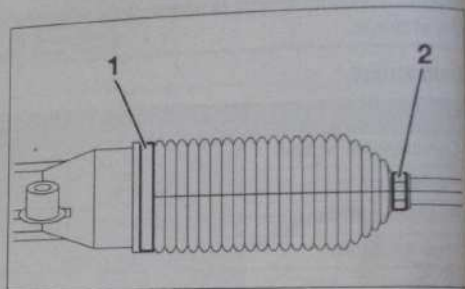

Fig. 7
- Déposer les colliers (1) et (2) du côté droit (Fig.7).
- le collier (2) (Fig.7),
- un collier neuf (1).